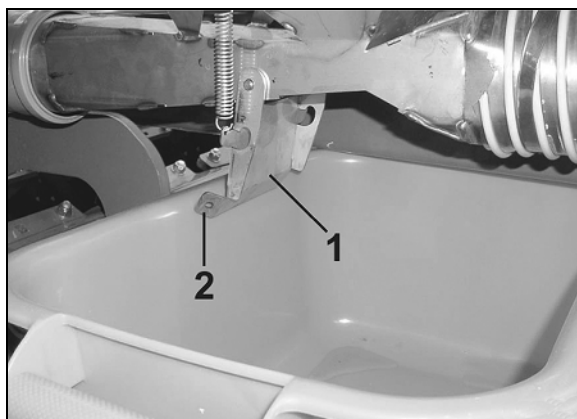

Fig. 78
6. Injektorschleusenklappe (Fig. 78/1) öffnen.
Gefährdung durch Quetschen beim Öffnen und Schließen der Injektorschleusenklappe (Fig. 78/1)!
Injektorschleusenklappe nur an der Lasche (Fig. 78/2) anfassen, sonst besteht Verletzungsgefahr beim Zuschlagen der federbelasteten Injektorschleusenklappe (Fig. 78/1).
Niemals mit der Hand zwischen Injektorschleusenklappe (Fig. 78/1) und Injektorschleuse fassen!
8. Die Injektorschleusenklappe (Fig. 78/1) mit besonderer Vorsicht schließen (Gefährdung durch Quetschen!).
10. Die Injektorschleusenklappe (Fig. 78/1) öffnen.